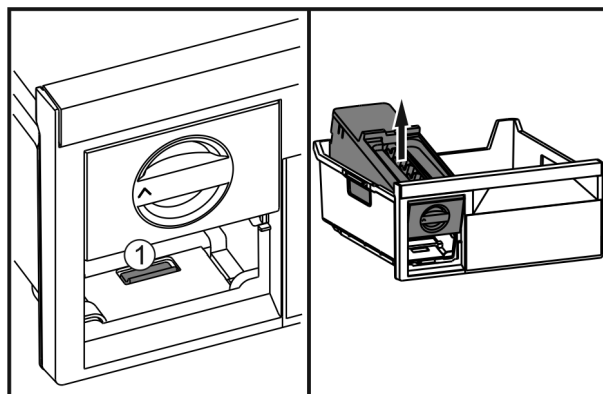

Fig. 59
- Premere la linguetta Fig. 59 (1), sollevare EasyTwist-Ice da dietro ed estrarlo dal cassetto del congelatore.